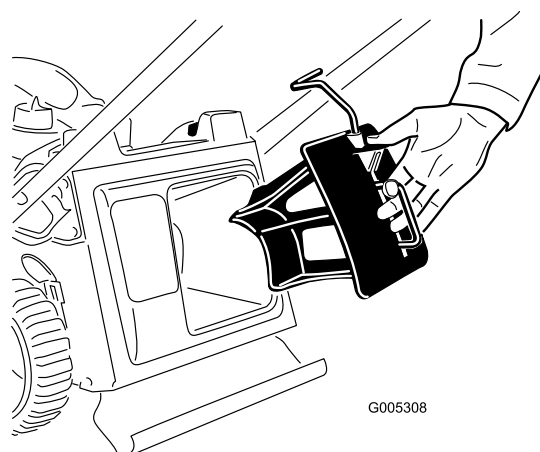

Figura 7
1. Qualora non sia già montato in sede, inserite il tappo mulching nel tosaerba (Figura 7).